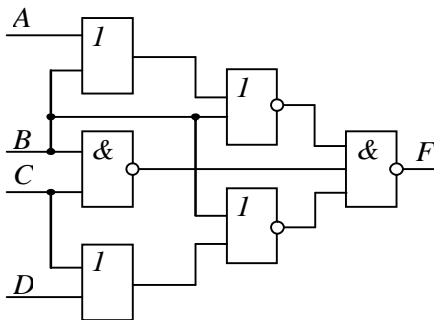

Рис. 13.12
**13.30.** Визначити стан сигналів на виході логічного пристрою, схема якого зображена на рис. 13.12, і записати логічне рівняння, яке описує його роботу, якщо